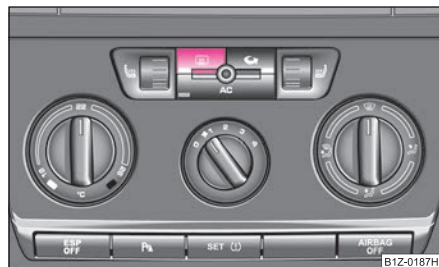

Fig. 49 Întrerupător pentru încălzirea lunetei
- Încălzirea lunetei poate fi pornită sau oprită de la întrerupătorul  ⇒ fig. 49 - lampa de control din întrerupător se aprinde sau se stinge.